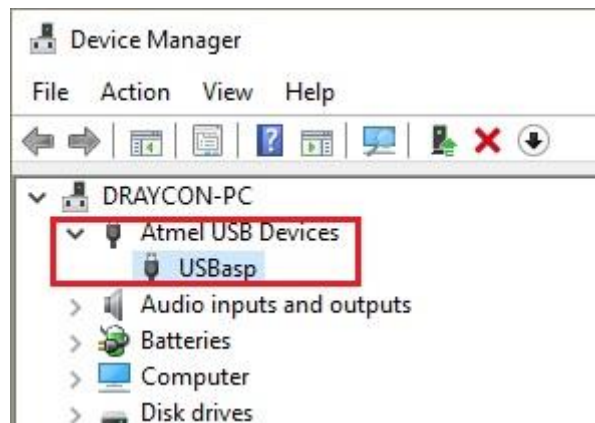

Figura 4
- 5) Verificar que o dispositivo "USBasp" foi instalado corretamente no Device Manager do Windows conforme Figura 4 (dependendo da sua configuração, o driver de comunicação do USBasp poderá estar localizado também sob o grupo "libusb-win32 devices" ao invés de "Atmel USB Devices");